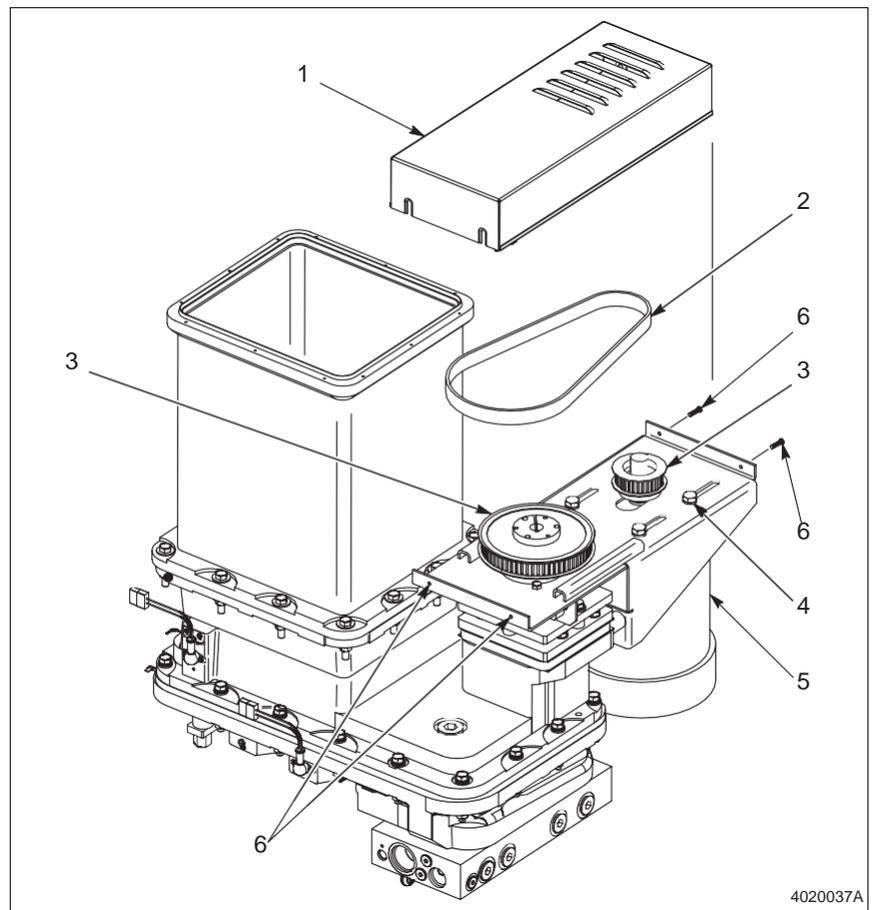

Fig. A 9-1 Substituir a correia de transmissão
1. Ver a Figura A 9-1. Remover a proteção da correia (1) afrouxando os quatro parafusos (6).
2. Soltar os quatro parafusos do motor (4).
3. Deslizar o motor (5) em direção do processador até que a correia possa ser removida (2) das polias (3).